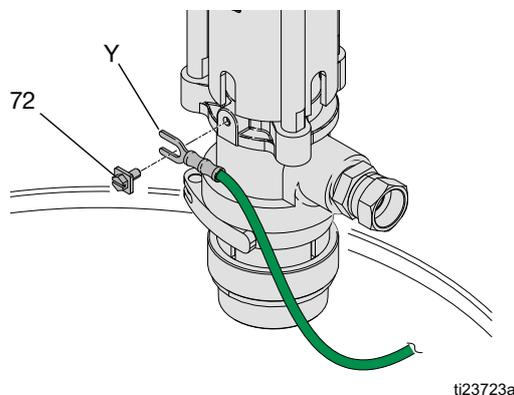

FIG. 9
Pompe : Raccordez le fil de terre (Y) à la vis de mise à la terre (72) et serrez-la fermement. Voir FIG. 9. Branchez l'autre extrémité du câble à une véritable prise de terre. Veillez à vous conformer à tous les codes électriques nationaux, régionaux et locaux.